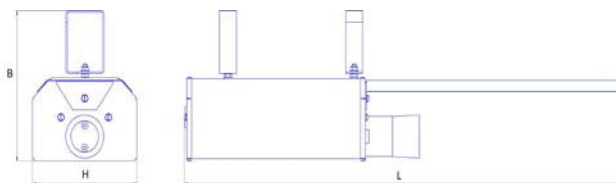

Рис. 1
- 4.1 Общий вид светильников приведен на рис. 1 и рис 2.